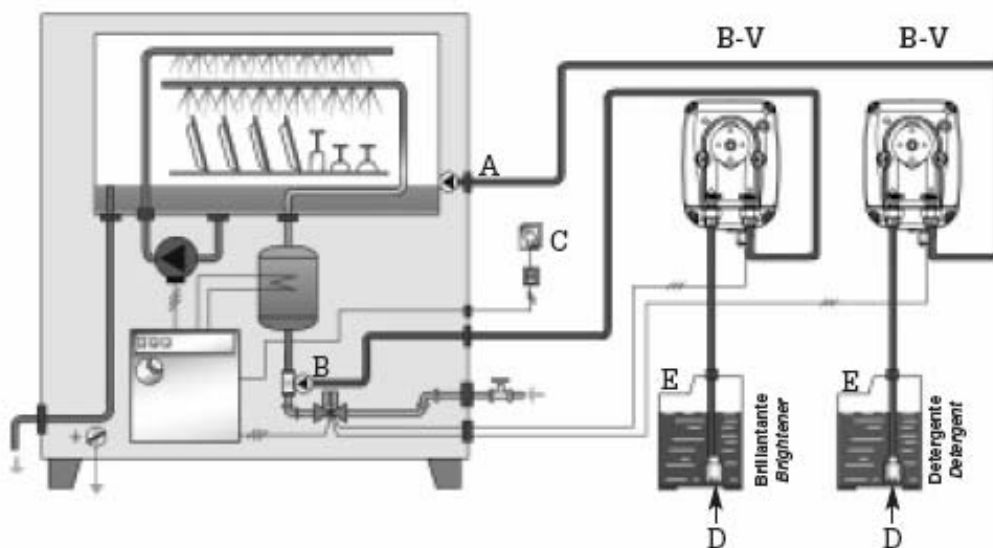

Fig. 8
3.1. Стандартный вариант подключения насоса серии В-V (Рис.8)